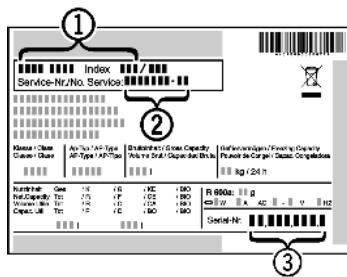

Fig. 18
- Обратитесь в сервисную службу и сообщите вид неисправности, наименование устройства *Fig. 18 (1)*, сервисный № *Fig. 18 (2)* и серийный № *Fig. 18 (3)*.